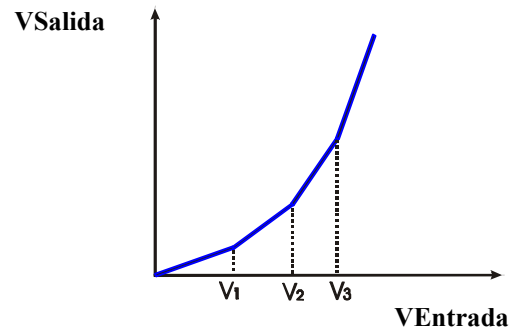

Figura 4.- Relación V Salida/ V Entrada
**“El resultado neto es una relación no lineal hecha de segmentos de recta” como se muestra en la Figura 4.**